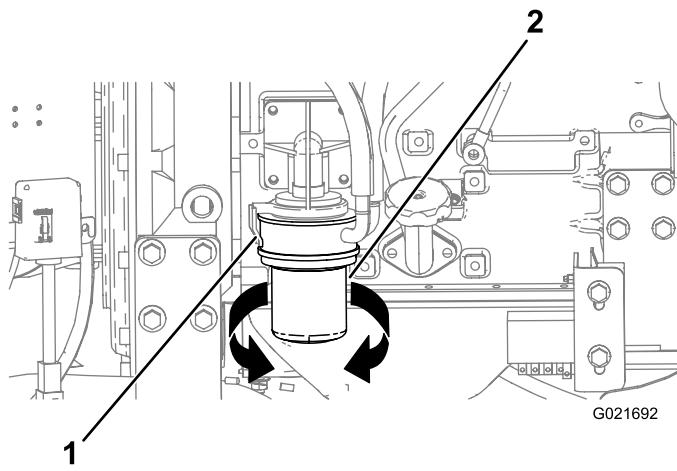

Figura 124
3. Posicione uma bandeja de drenagem ou vários panos sob o filtro de óleo e o adaptador do filtro de óleo (Figura 124).
3. Gire o filtro de óleo no sentido anti-horário e remova-o (Figura 124).
- Alinhe o filtro de óleo com seu adaptador e gire-o no sentido horário até a vedação do filtro de óleo entrar em contato com o adaptador (Figura 124).
- Aperte o filtro de óleo com a mão, dando mais meia volta (Figura 124).